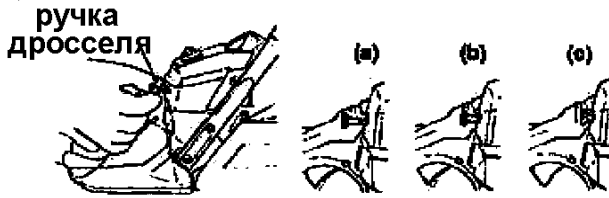

Рис.5
3. *Установите ручку дросселя во второе положение (запуск непрогретого двигателя, рис.5). Заслонка дросселя закроется, и рычаг дросселя придет в положение "start".